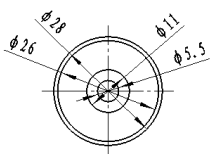

图 2-72 挡圈
1. 绘制如图 2-72 所示的挡圈草图。
- (1) 新建文件。选择零件图标，进入零件图模式。
- (2) 创建草图。选择前视基准面，单击（草图绘制）按钮，进入草图绘制模式。
- (3) 绘制草图。单击（中心线）按钮、（圆）按钮，绘制如图 2-72 所示的草图。
- (4) 智能标注。在[草图]操控面板中，单击（智能尺寸）按钮，标注尺寸如图 2-72 所示。